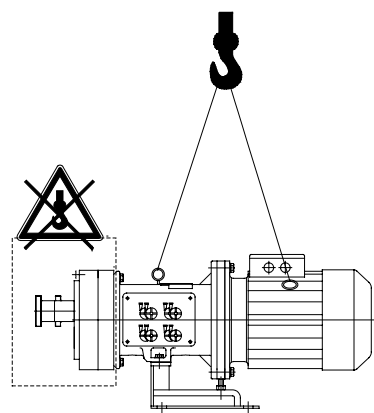

Рис. 2: Транспортировка
- Если на двигателе имеются рым-болты (Рис. 2), прикрепите к ним цепь.